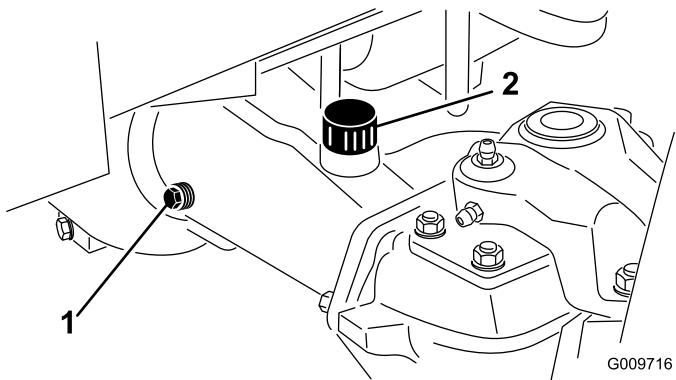

Figura 44
- Retire un tapón de verificación de un extremo del eje (Figura 44) y asegúrese de que el lubricante llega al borde inferior del orificio. Si el nivel es bajo, retire el tapón de llenado (Figura 44) y añada suficiente